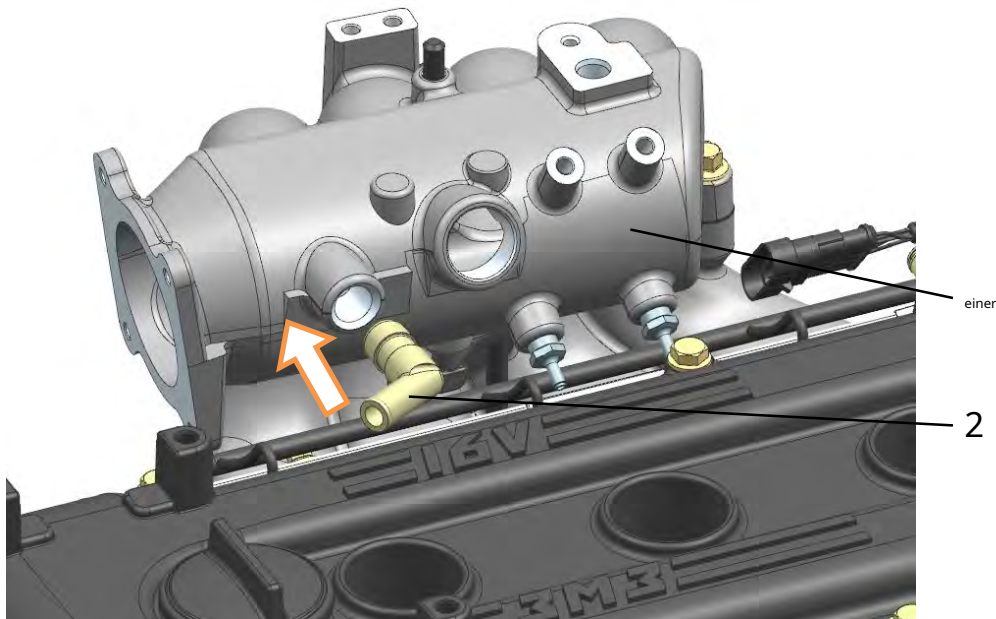

Abb. 188. Installation eines Vakuumsauganschlusses im Empfänger:
28. Auf das Gewinde der Verschraubung 2 (Fig. 188) anaerobes Dichtmittel "Fixator-6" oder ähnlich (" Stopper-6 ", " Technogerm-5 ", " Germikon-2K "). Montieren Sie die Armatur in den Empfänger, ziehen Sie sie mit einem Drehmoment von 7,0 N m (0,7 kgf m) an und drehen Sie sie in die Position mit dem Verbindungsrohr nach vorne.